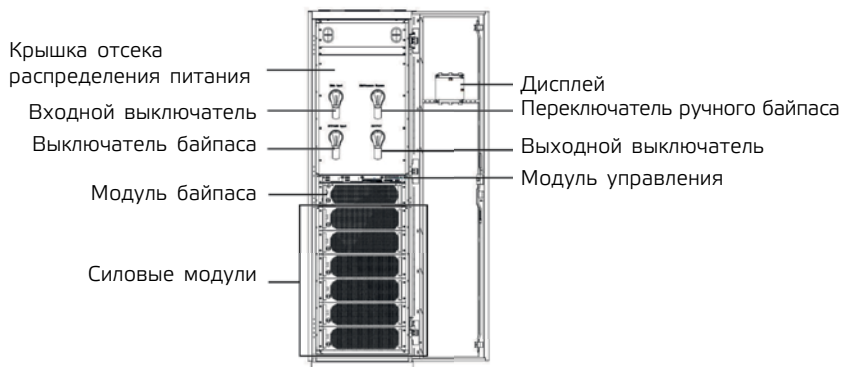

Рис. 1-8 Структура ИБП 300 кВА (полная конфигурация)
5. На рис. 1-8 показана конструкция ИБП мощностью 300 кВА при полной нагрузке. Передняя дверца ИБП открыта.